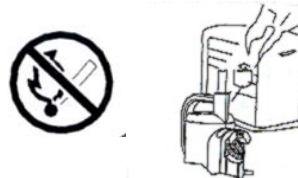

Fig. 15
1. Hay un filtro secundario debajo del filtro HEPA-Type. Se puede lavar con agua tibia. (Fig. 15) Le recomendamos lavarlo al lavar su filtro HEPA-Type. Siempre deje que se seque al aire durante 24 horas antes de volverlo a colocar en la aspiradora. Nunca use la aspiradora sin el filtro secundario colocado.